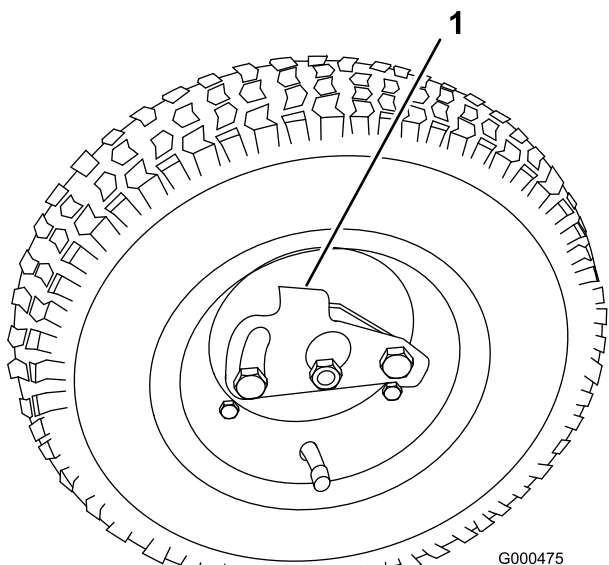

Figure 8
2. Faites pivoter le clip de verrouillage vers le centre de la roue et faites coulisser la roue sur l'arbre hexagonal (Figure 8).